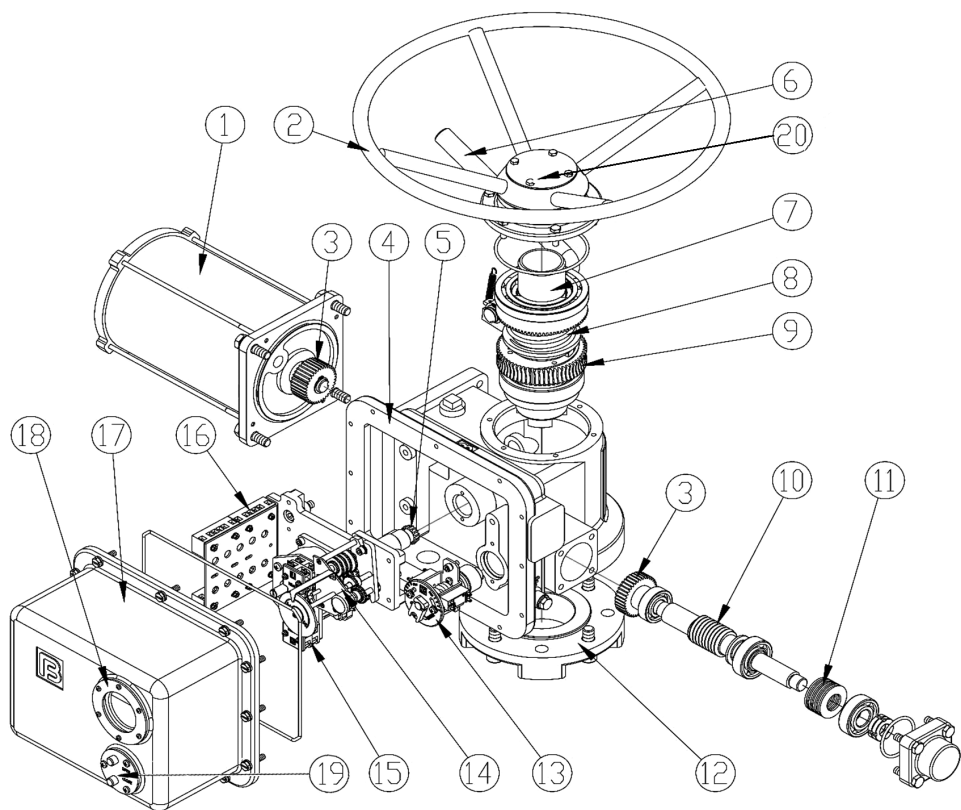
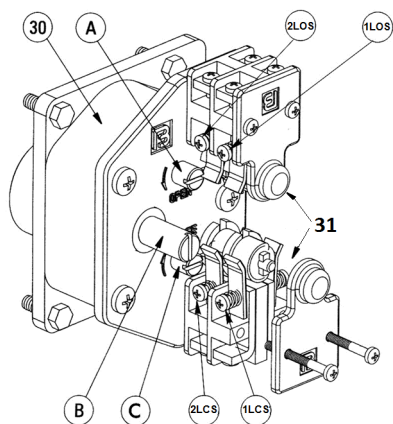

Рис.1 Электроприводы серии ГЗ-А, ГЗ-Б
Рис. 2 Ограничитель хода выходного вала
## 2.1 Электроприводы серии ГЗ-А, ГЗ-Б (рис. 1)
**Ограничитель хода выходного вала** состоит из редуктора 30 (рис. 2) и роторного механизма микровыключателей.
**Двухсторонняя муфта ограничения крутящего момента** (13) (рис. 1) состоит из червячного вала (10), сбалансированного по осевым перемещениям тарельчатыми пружинами (11) и ограничителя крутящего момента с пластиной С (рис 3).
**Индикатор положения затвора арматуры** (15) (рис. 1) состоит из набора установочных шестерен, омического датчика (опционально) (40), регулируемых дисков с указателем положения затвора (47, 48). На стержне (42) имеется 4 зубчатых зацепления, позволяющих фиксировать шестерню (43), для трехступенчатой индикации положения затвора арматуры.
Вращение от электродвигателя (1) (рис. 1) через прямозубую цилиндрическую шестерню (3) передаётся на червячный редуктор (9, 10), который обеспечивает вращательное движение выходного вала (7) и через кулачковую муфту преобразуется в поступательное движение штока затвора арматуры.
Ограничитель хода выходного вала (рис. 2) через переходной вал (5) (рис. 1) механически связан с выходным валом электропривода. После надлежащей настройки ограничитель хода выходного вала соответствует определенным положениям затвора. При достижении затвором арматуры этих положений срабатывают соответствующие микровыключатели, отключая электропитание электродвигателя.
Индикатор положения затвора арматуры (15) (рис. 1) механически связан с валом ограничителя хода выходного вала. После надлежащей настройки указания индикатора соответствуют определенным положениям затвора арматуры независимо от режима работы электропривода – ручного или электрического.